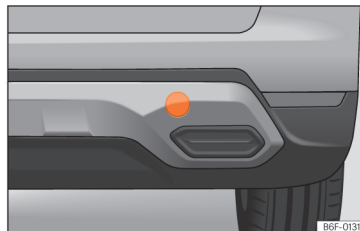

Fig. 46 No lado direito do para-choques traseiro: retirar a tampa.
»» Fig. 46.
- Pressione sobre a zona direita da tampa »» Fig. 46 para desencaixá-la.